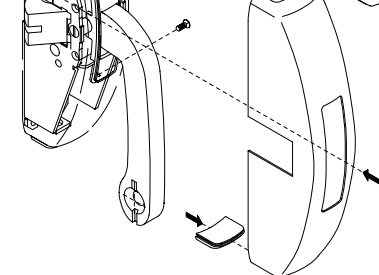

FIG. 9
- 8) Montare i carter fissandole alla scatola utilizzando le quattro viti da M3 x 6 in dotazione con l'avvertenza di inserirvi, in alto ed in basso sui carter, i collari chiusi di raccordo (fig. 9).
- 8) Mount the housings fixing them to the casing using the four M3 x 6 screws supplied taking care to insert, in the upper and lower parts of the housing, the connecting collars (Fig. 9).
- 8) Monter les carter en les fixant sur le coffre au moyen des quatre vis M3 x 6 fournies en veillant à y introduire, en haut et en bas sur les carter, les colliers fermés de raccord (fig. 9).
- 8) Coloque los cárteres fijándolos al cofre con los cuatro tornillos M3 x 6 suministrados, colocando, en la parte superior e inferior de los cárteres, las abrazaderas cerradas de unión (Fig. 9).
- 8) De twee carter, met de vier meegeleverde schroeven M3 x 6, op de kast monteren, door de twee gesloten aansluitringen (afb. 9) boven en onder de carter aan te brengen.
- 8) Häuben montieren, sie werden mit Hilfe der mitgelieferten, vier Schrauben M3x6 auf dem Kasten befestigt, dabei Acht geben, dass die Verbindungsringe (Abb. 9) auf den Häuben oben und unten eingesetzt werden.